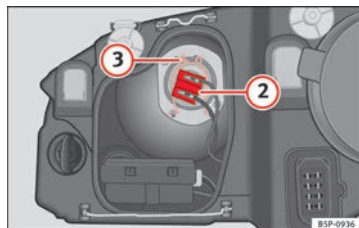

Abb. 185 Abblendlicht
- Ziehen Sie den Stecker ⇒ Abb. 185 ② von der Lampe ab.
- Nehmen Sie die Haltefeder ⇒ Abb. 185 ③ durch Eindrücken und Rechtsdrehung ab.